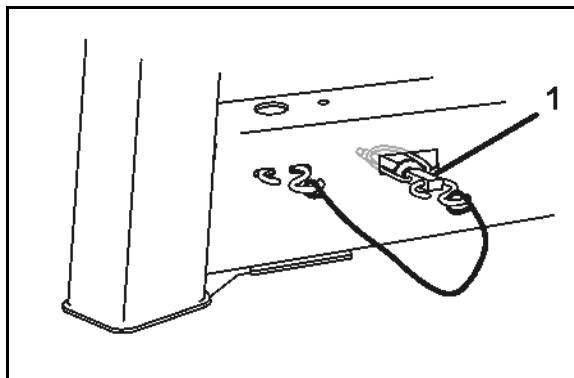

图 44
5. 可转向的前刹车轮（图 44/1）
- 安装并用制轮楔（图 44/2）固定，或者